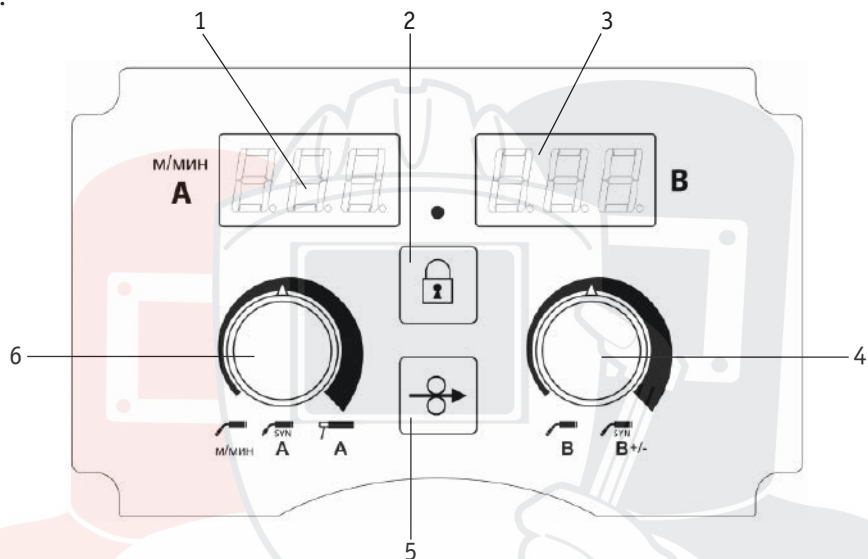

Рис. 7.0.2. Передняя панель механизма подачи проволоки.
3. Панель управления (См. рис. 7.0.2).